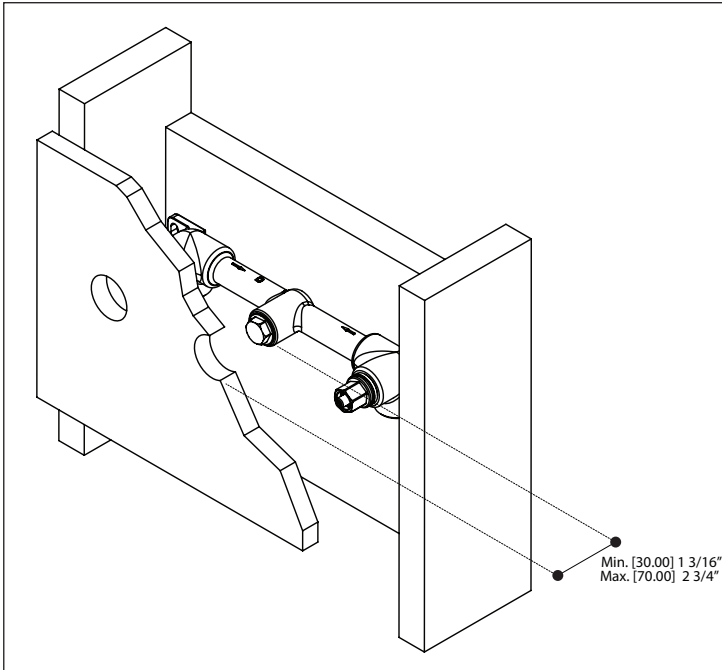
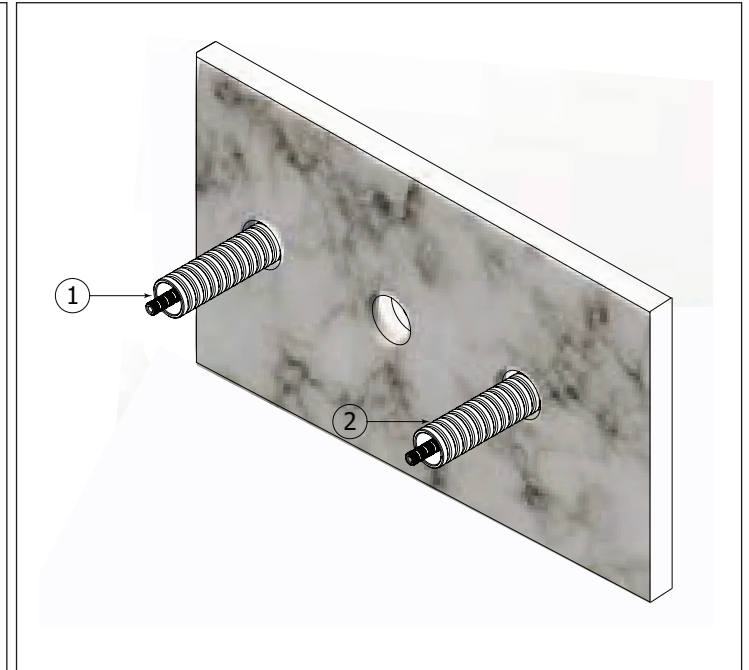

Fig.1
Fig.2
-Check if your installed rough assembly correspond to fig.1
If instead you see presentation fig.2 , your first step will be to remove the threaded tubes (1) , the splice extensions (2) and the lock-nuts.
-Regarder si l'assemblage du rough installé correspond à la fig.1. Cependant, si elle correspond à la fig.2 , votre première étape sera de retirer le tube fileté (1), l'extension d'épissure (2) et le contre-écrou.